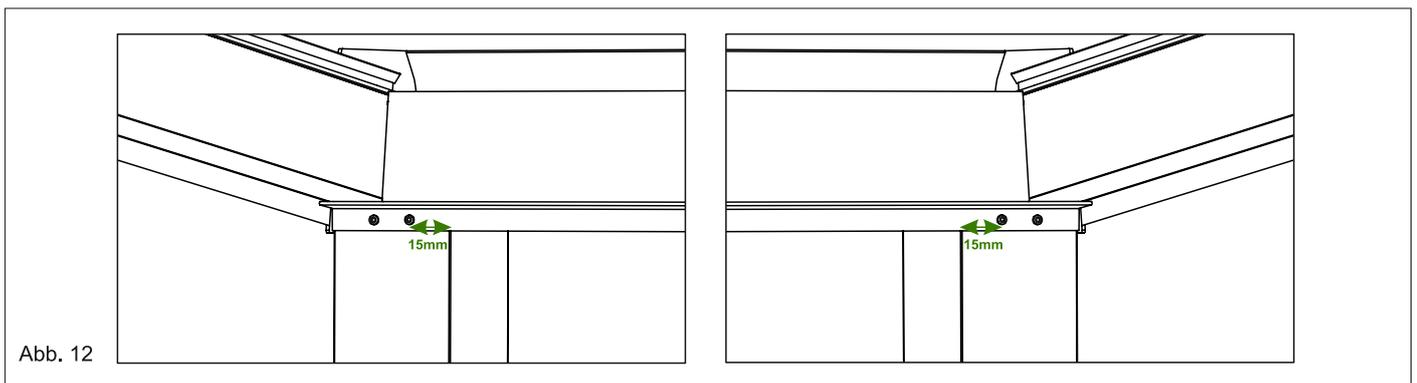

Abb. 12
9. Sparrenabdeckprofile werden nach der Montage mit den Schrauben 4,2x38mm verschraubt. Um das Verschrauben zu vereinfachen, bohren Sie die Abdeckprofile mit einem 3mm Metallbohrer vor. Siehe Abb. 12.
**A) B) 10.** Wenn beide (oder je nach Ausführung alle Pfosten) Pfosten an der Rinne festverschraubt sind, prüfen Sie bitte erneut, ob die Pfosten und die Rinne in der Waage stehen. Wenn ja, verschrauben Sie jeden Pfosten mit einer weiteren Schraube an die Rinne fest. Achten Sie bitte drauf auf den gleichmäßigen Abstand zwischen den Schrauben. Diese Schrauben bleiben sichtbar und beeinflussen damit die Optik Ihrer Terrassenüberdachung. Siehe Abb. 12.